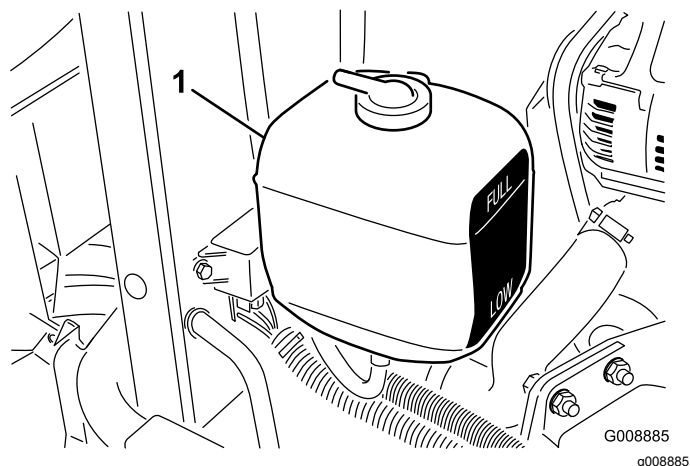

Figura 57
2. Verifique o nível de líquido de refrigeração do depósito secundário (Figura 57). Num motor arrefecido, o líquido de arrefecimento deve estar entre as marcas existentes no lado do depósito.